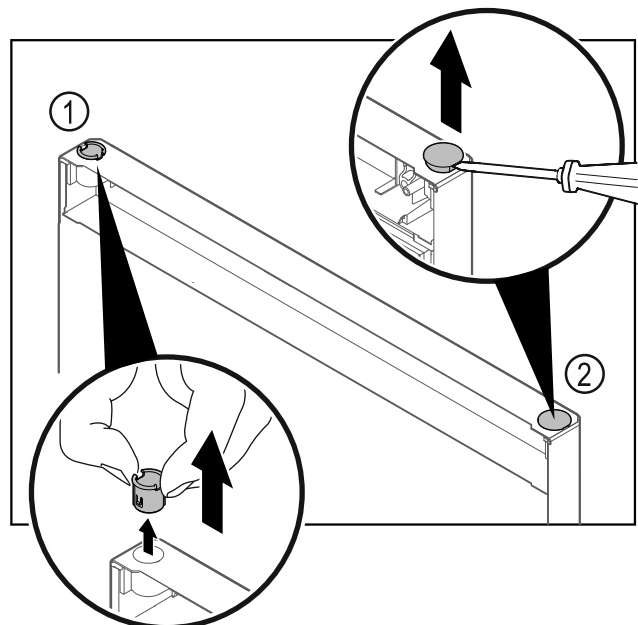

Fig. 14
- ▶ Retirer la bague Fig. 14 (1) avec les doigts.
- ▶ Soulever délicatement le bouchon Fig. 14 (2) avec un tournevis plat et le retirer.